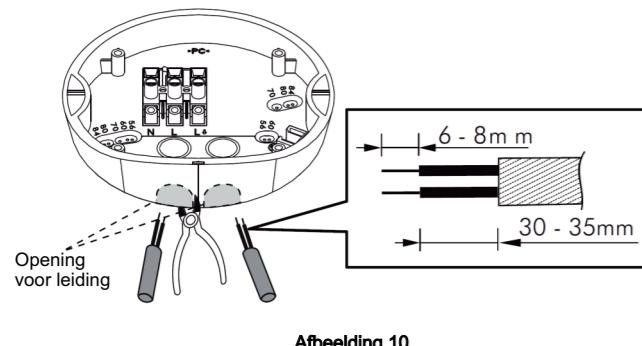

Afbeelding 9A
3.4.1.3 Het onderste deel heeft 5 uitbrekbare openingen op een afstand van 56 mm tot 84 mm voor verschillende bevestigingsmogelijkheden (zie afbeelding 9A). Kies twee gaten met hetzelfde cijfer, om de gewenste afstand te bereiken (zie afbeelding 9B).